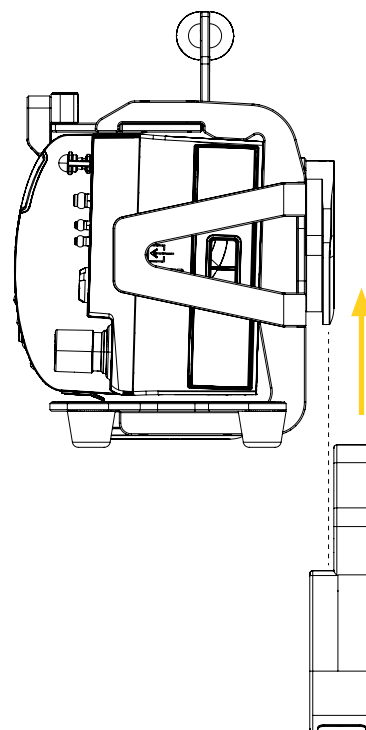

Figure 16: Retrait de l'appareil médical du système de fixation verticalement
1. Appuyer et maintenir enfoncer le bouton à déclenchement rapide du système de fixation, puis faire glisser le micro disque situé sous le support de fixation de l'appareil médical hors du système de fixation horizontalement (Figure 15) ou le micro disque antirotation situé à l'arrière du support verticalement (Figure 16).